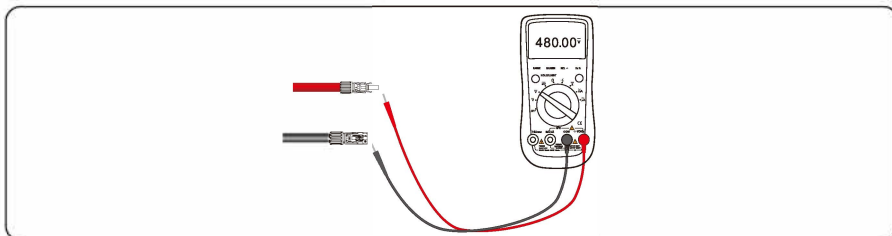

Figura 5.16 Verificando a voltagem de cada String do percurso
**Passo 5** Meça a voltagem de cada string utilizando um multímetro. Certifique-se de que as polaridades dos cabos de alimentação de entrada CC estão corretas, conforme mostrado na Figura 5.16.